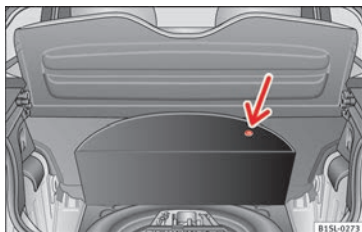

Fig. 77 Nel bagagliaio: rivestimento del pannello sollevato.
Gli attrezzi di bordo, la ruota di scorta, il ruotino o il kit per la riparazione degli pneumatici si trovano nel sottofondo del bagagliaio » **fig. 77**.
- Sollevare il rivestimento per l'incavo (freccia) » **fig. 77**.